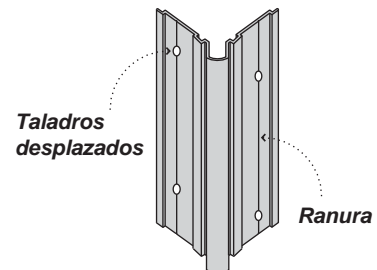

fig.3
■ En los extremos, compruebe que los orificios taladrados se encuentran a una distancia máxima de 20 a 50 mm del extremo del núcleo. Si es necesario, taladre dos orificios de 5 mm de diámetro a través del núcleo a lo largo de las ranuras con un desfase entre ellos para permitir la colocación de los tornillos de fijación (fig. 3).